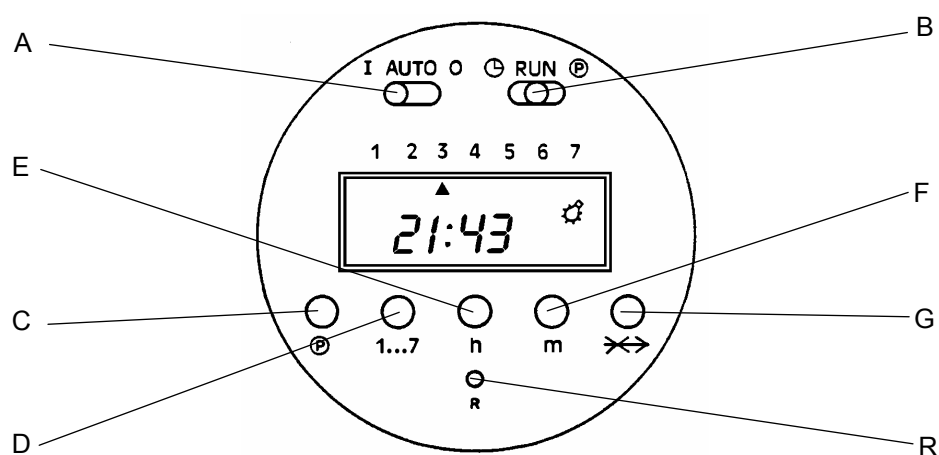

Figura 4 – Orologio programmatore
2. Per i modelli con orologio programmatore (42 e 52) l'apparecchio può essere spento temporaneamente portando il commutatore A in posizione O (vedi Figura 4).
- Posizionare il selettore destro B (vedi Figura 4) in posizione di RUN (marcia). Premere il tasto di ripristino R (vedi Figura 4): l'indicazione sul display diventa pulsante.
- Se si preme il tasto di ripristino R (vedi Figura 4) quando il selettore B è in posizione $\textcircled{P}$ sul display appare l'avviso d'errore EEE. Spostando il selettore B in posizione di RUN l'indicazione scompare; effettuare il ripristino premendo il tasto R.
Premendo il tasto del giorno 1...7 (tasto D di Figura 4) l'indice triangolare avanza di 1 unità. Al numero 1 corrisponde Lunedì, al numero 2 corrisponde Martedì e così via.
2. Premere il tasto ⑨ (riferimento C di Figura 4). Sulla parte destra del display compare il numero 2 senza il simbolo della lampadina corrispondente al programma di spegnimento.
1. Spostare il selettore destro (vedi riferimento B di Figura 4) in posizione **P**. Premere il tasto **P** e scegliere il programma che si vuole cancellare.
5. Premere contemporaneamente il tasto **P** e il tasto SKIP (vedi riferimento G di Figura 4) per almeno 2 sec. e il programma impostato si azzererà.
1. Spostare il selettore destro (vedi riferimento B di Figura 4) in posizione RUN.
2. Premere il tasto SKIP (vedi riferimento G di Figura 4) per scavalcare la programmazione del momento, per poi riprendere il funzionamento programmato alla successiva richiesta d'intervento. Questa funzione è indicata sul display mediante il simbolo di freccia cancellata (simbolo di skip).